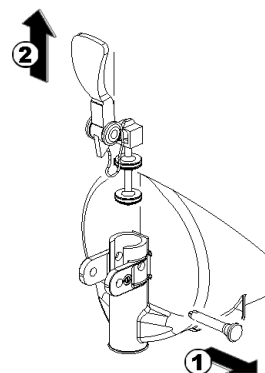

Bild 11
- 5** Den Ablasshahn in der gezeigten Reihenfolge zerlegen (Bild 11).
3 Den Hahn auf dem Behälter wieder zusammensetzen. Dabei die zur Demontage durchgeführten Schritte in umgekehrter Reihenfolge ausführen (Bild 11).